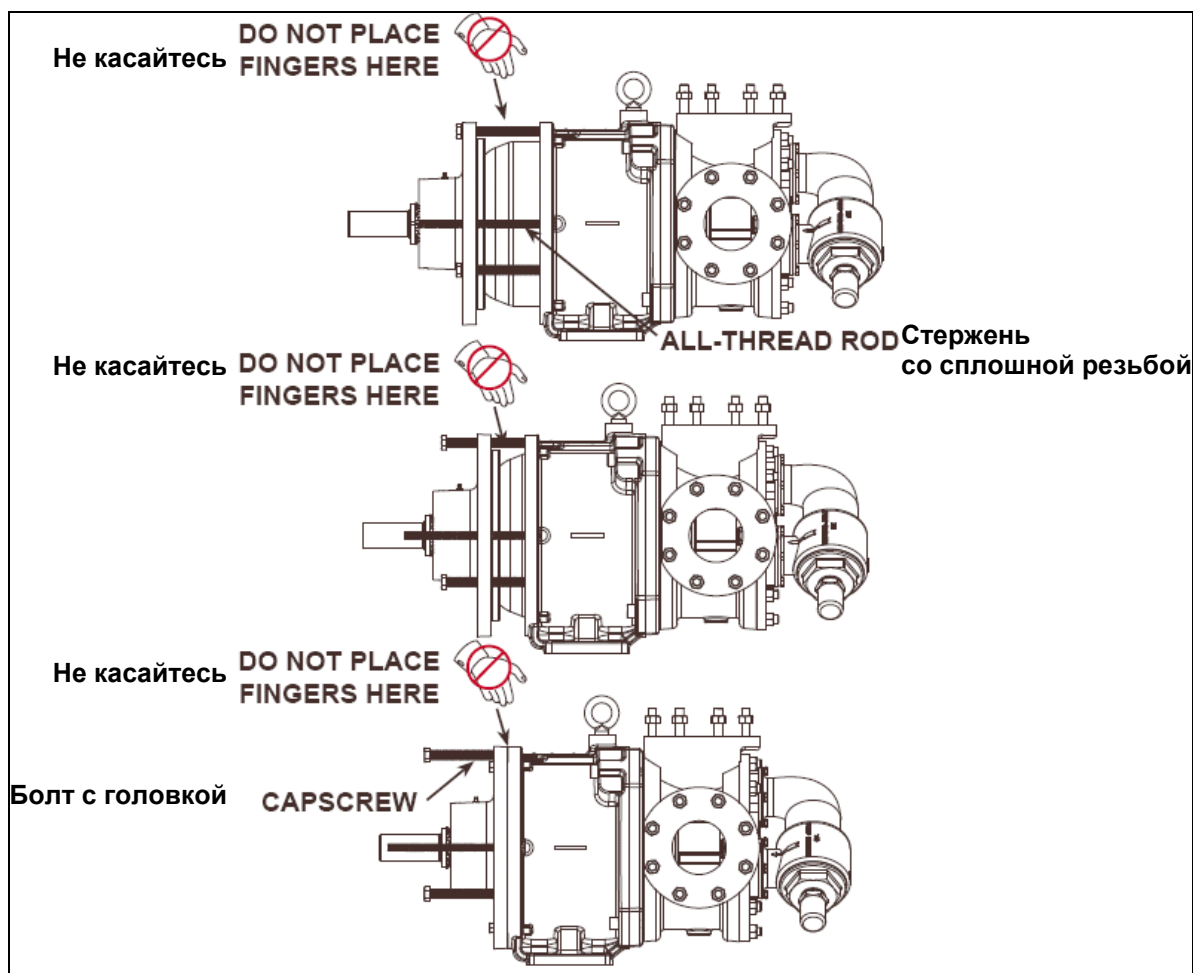

Рис. 18 Последовательность сборки насоса
Не держите пальцы на передней поверхности монтажного фланца насоса. Совместите контейнер с отверстием станины и осторожно введите его вовнутрь. При вступлении магнитов во взаимодействие агрегат очень быстро самостоятельно завершит эту операцию, если только предварительно не были правильно задействованы болты размером 5/8 x 6 дюймов (~16 x 152 мм). Убедитесь, что ваши пальцы не находятся на передней поверхности монтажного фланца насоса. Последовательность операций представлена на Рис. 18.
17. Чтобы проконтролировать сборку насоса, вверните три болта с шестигранной головкой размером 5/8 x 6 дюймов (~16 x 152 мм) со сплошной резьбой в блок подшипников таким образом, чтобы они полностью выступали за пределы передней поверхности блока подшипников, см. **Рис. 18**. Чтобы поддерживать блок подшипников и узлы станины на одном уровне, а также в целях дополнительной безопасности, рекомендуется воспользоваться двумя длинными стержнями со сплошной резьбой длиной около 12 дюймов (~31 см), введя их в противоположные резьбовые отверстия под болты в станине и пропустив сквозь соответствующие отверстия в корпусе подшипников.